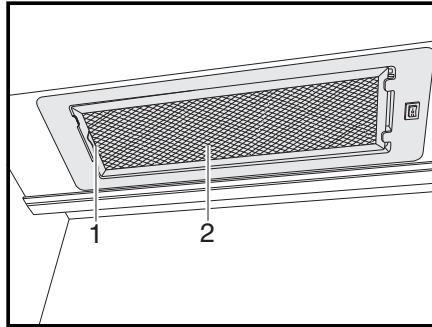

Fig. 157 Hotte aspirante
- Pousser le levier (Fig. 157,1) vers l'intérieur.
- Retirer le filtre (Fig. 157,2) vers le bas.